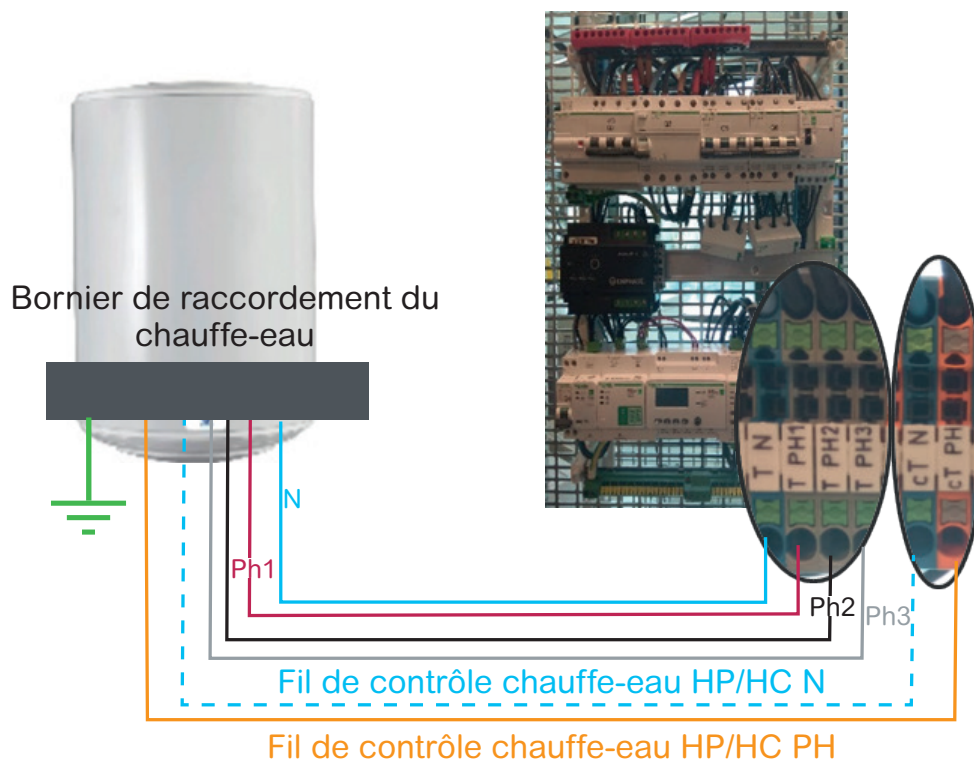

Figure 9 : Câblage du chauffe-eau thermodynamique
- Câbler le neutre et les phases du chauffe-eau respectivement aux bornes T N, T PH1, T PH2 et T PH3 (figure 9).
- Câbler la phase du bornier de contrôle HP/HC (situé dans le bornier de raccordement du chauffe-eau) aux borniers cT PH et, si besoin, câbler le neutre du bornier de contrôle HC/HP au bornier cT N (figure 9).